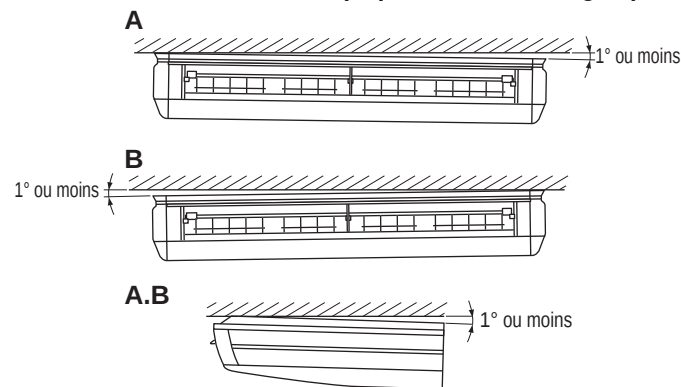

Fig. 12
(5) Lorsque vous accrochez le corps principal de l'unité interne, veillez à utiliser un niveau ou un tube en plastique rempli d'eau pour vous assurer que les tuyaux d'écoulement sont de niveau ou légèrement inclinés, afin que l'écoulement soit correct. (Reportez-vous à la Fig. 12)